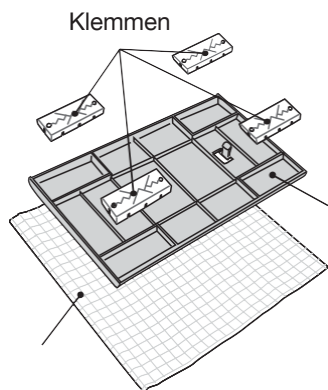

Fig.5
2. Maak de stofdoek plat en plaats deze op de vloer of op een tafel. Plaats de houder (De kant met 4 klemmen omhoog) op de doek, precies in het midden zoals in Fig.5.